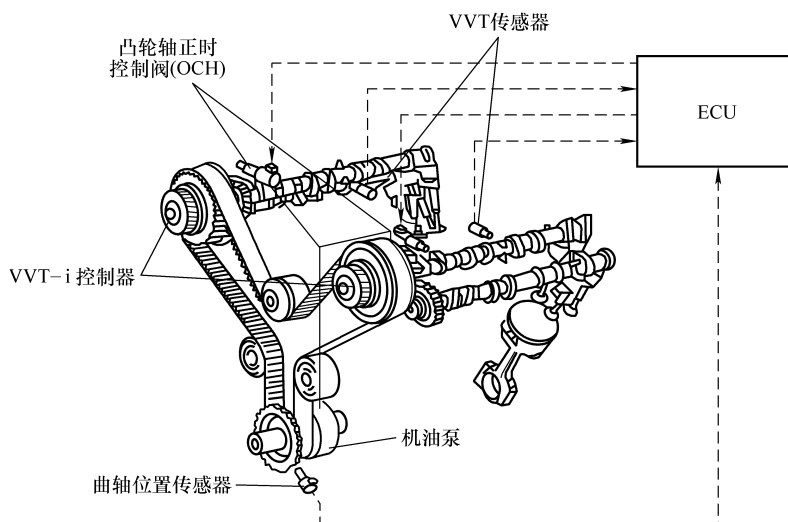

图 1-7 VVT-i 的结构与原理
(2) VVT-i 的结构与原理 如图 1-7 所示, VVT-i 系统由 VVT-i 控制器、凸轮轴正时机油控制阀和 VVT 传感器三部分组成, 它主要是由发动机 ECU 发出控制指令, 控制凸轮轴正时控制阀开启或关闭, 然后通过 VVT-i 控制器内部油压的作用实现配气正时的改变。